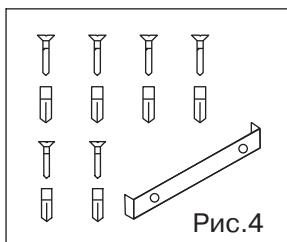

Рис.1
Наружная часть вытяжки состоит из следующих составных частей (см. Рис.1):
С этой целью следует разместить корпус вытяжки (№2, Рис.1), не подсоединяя к нему декоративного кожуха (№5, Рис.1), таким образом, чтобы тыльная сторона корпуса, которая должна прижиматься к стене, оказалась на столе или на полу.
10. Если вытяжка будет работать в режиме рециркуляции, то необходимо просто установить декоративные кожухи (позиции 5 и 6 на Рис. 1). С этой целью следует сделать разметку для установки планки крепления декоративного короба.